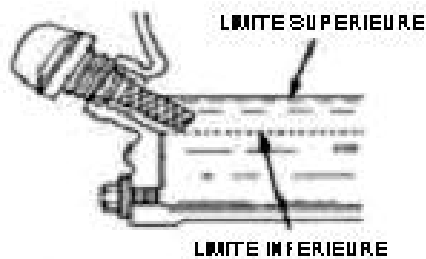

Figure 4. Jauge d'huile moteur
4. Si le niveau d'huile est bas (Figure 4), remplir jusqu'au bord de l'orifice du filtre à huile avec le type d'huile recommandé (Tableau 3). Capacité maximum d'huile : **300 cc.**